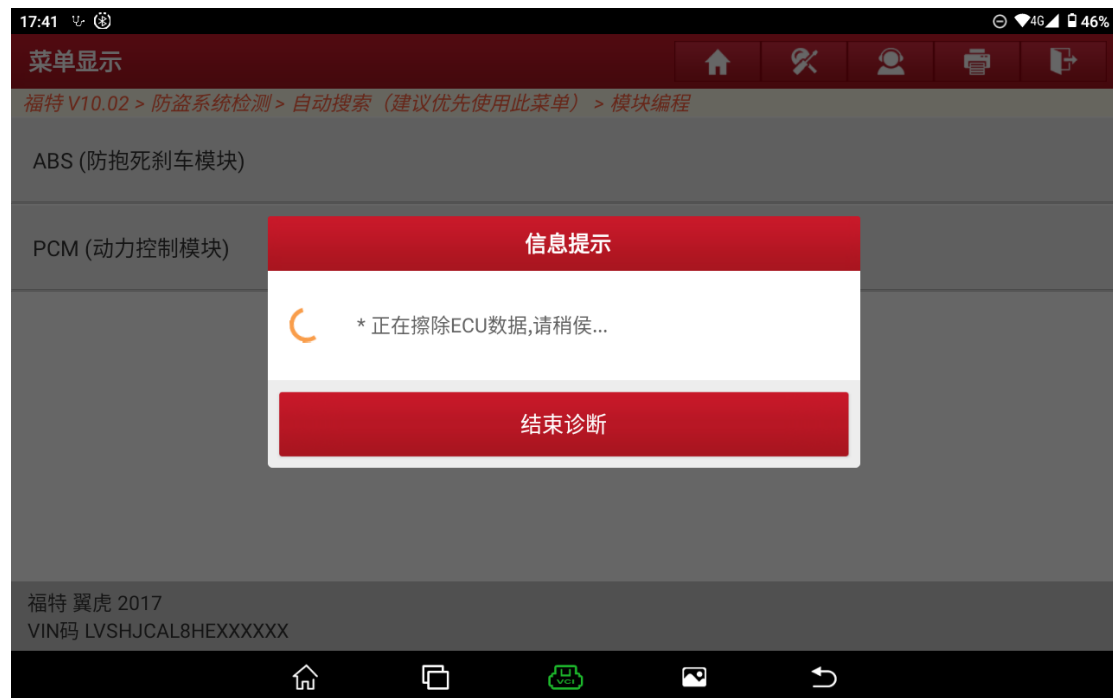
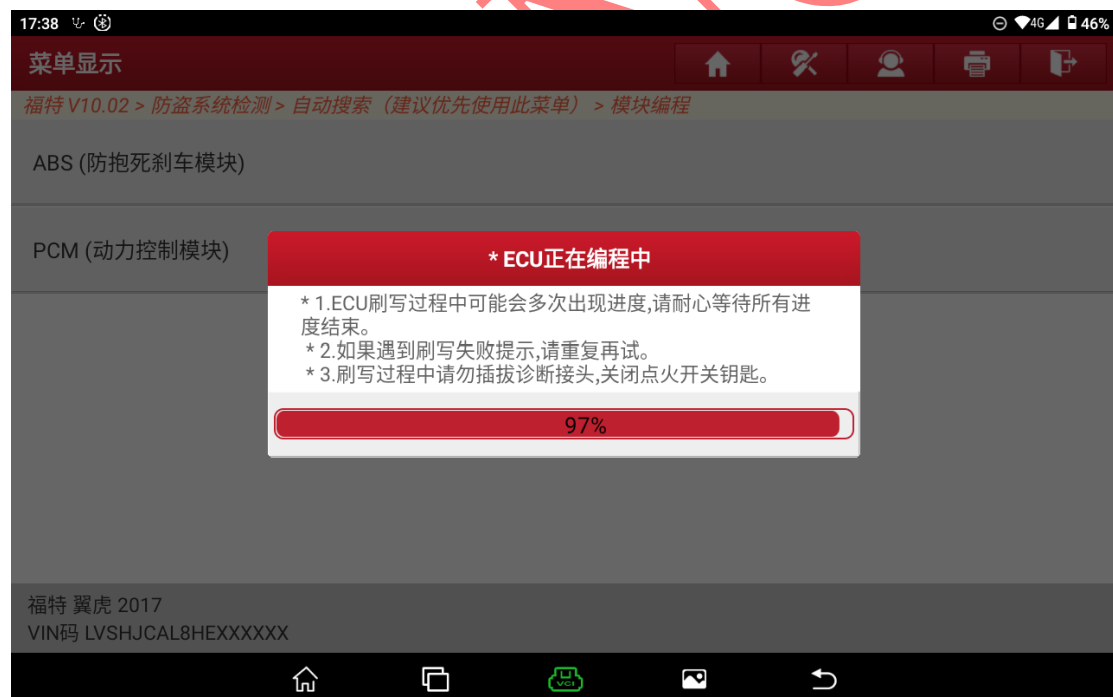

图 20
图 21
18. ECU 编程过程进度条会出现多次（图 20、图 21），